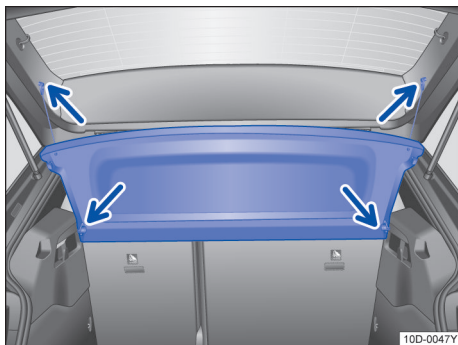

图 112 行李厢内：拆卸和安装行李厢盖板
- 将固定带从行李厢盖上摘下  图 112（上部箭头）。
- 从上方将行李厢盖板按压到侧托架内  图 112（下部箭头）。